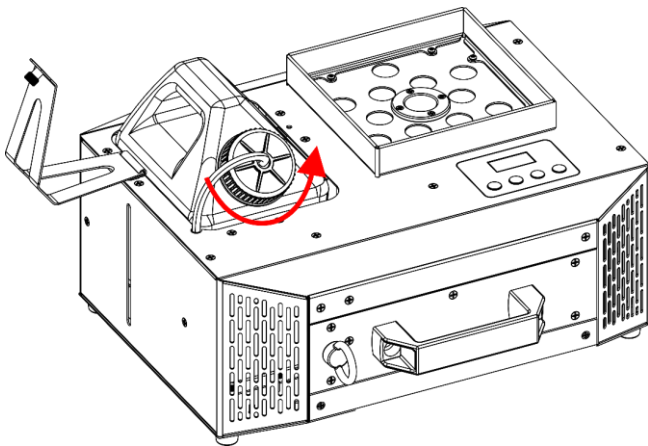

Fig. 30
- 04) Desenrosque la tapa del depósito de líquido, como se muestra en la Fig. 30.